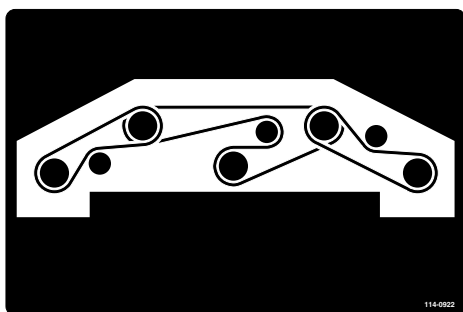

**Figure 79**
3. À l'aide d'une clé à cliquet ou d'un outil similaire, éloignez les poulies de tension (Figure 79) de la courroie d'entraînement pour détendre cette dernière et pouvoir la déchausser des poulies.